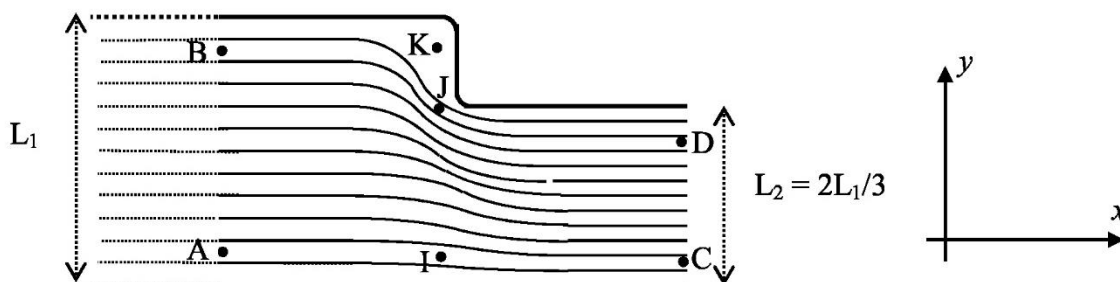

Figure 2
La figure 2 représente les lignes de courant de l'écoulement, de part et d'autre du rétrécissement.
42) Au vu de la figure 2, comparer $v(J), v(K), v(A)$ et $v(C)$.